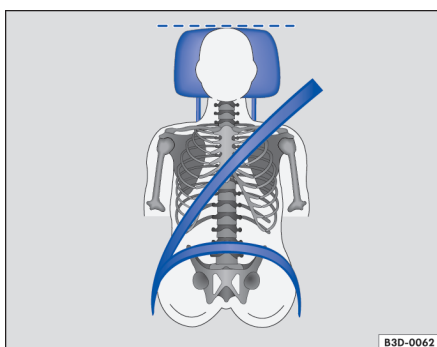
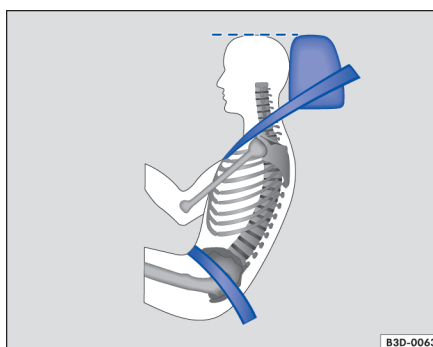

Fig. 3 Apoyacabezas ajustado correctamente, visto de frente
Fig. 4 Apoyacabezas ajustado correctamente, visto de lado
- Ajuste los apoyacabezas, de tal forma que la parte superior del respaldo quede en el mismo nivel o lo más próximo posible de la parte más alta de su cabeza ⇒ fig. 3 y ⇒ fig. 4.